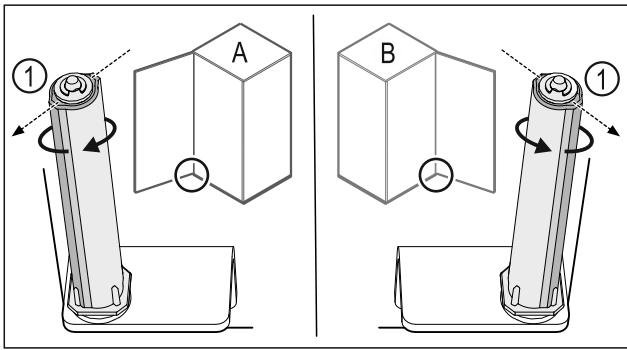

Fig. 41 Розкриття ліворуч (A) / Розкриття праворуч (B)
- ▶ Систему закриття повертати проти опору доки перемичка системи закриття Fig. 41 (1) не покажуть назовні.